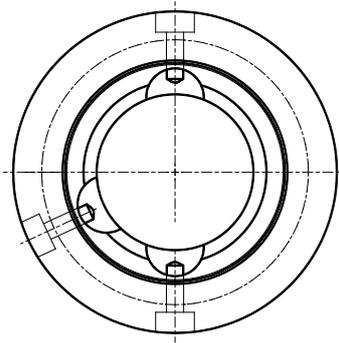

Abb. 3 Öleinfüllschraubenposition
- Freilaufkupplung so positionieren, dass die Öleinfüllschrauben am Umfang des Außenringes sich in folgender Position befinden: zwei gegenüberliegende Schrauben senkrecht übereinander, die dritte seitlich davon unterhalb der Mitte (siehe Abb.3)